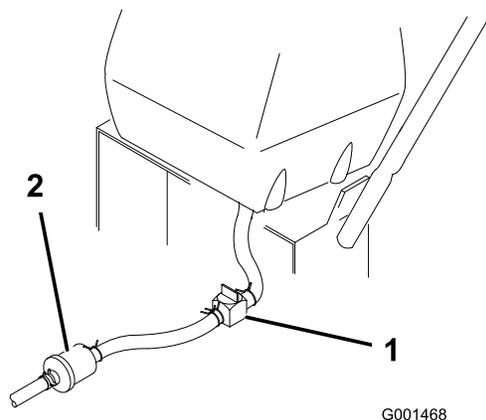

Figure 31
2. Fermez le robinet d'arrivée de carburant sur le réservoir de carburant (Figure 31).
3. Pincez les extrémités du collier de fixation et poussez le collier en haut de la conduite d'alimentation, à l'opposé du filtre à carburant (Figure 31).
4. Débranchez la conduite d'alimentation du filtre à carburant (Figure 31).
3. Fermez le robinet d'arrivée de carburant sur le réservoir de carburant (Figure 31).
7. Ouvrez le robinet d'arrivée de carburant sur le réservoir de carburant (Figure 31).